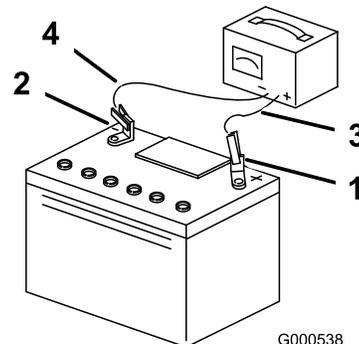

Figura 38
3. Quando a bateria estiver totalmente carregada, desligue o carregador da tomada elétrica e em seguida desligue os cabos do carregador dos bornes da bateria (Figura 38).